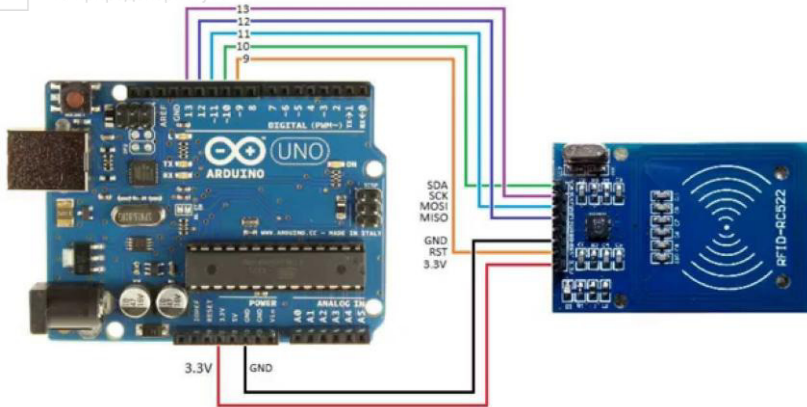

Рис. 8. Підключення модуля MFRC522 до Arduino Uno
4. Підключити до Arduino RFID-модуль на базі MFRC522 так, як показано на рис. 8. Для підключення RFID-модуля MFRC522 може використовуватись інтерфейс I2C або SPI. В цій схемі використовується 4-провідний інтерфейс SPI та окремий провідник для сигналу скидання Reset (RST).